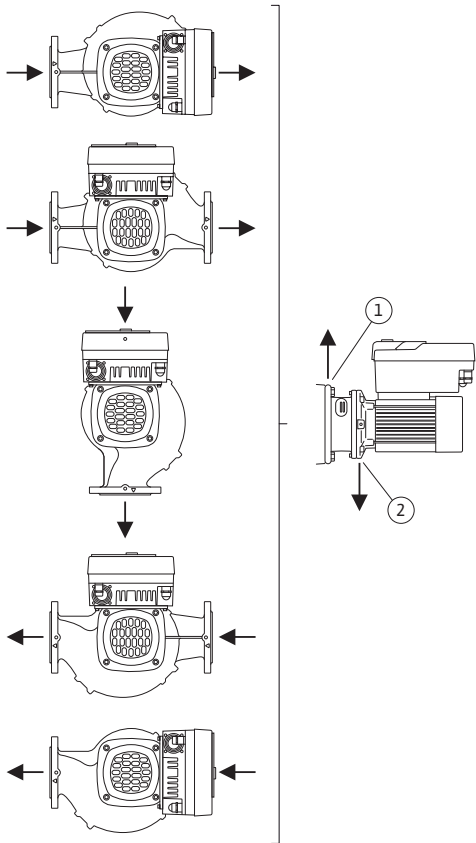

Fig. 8: Sallitut asennusasennot, vaakatasoinen moottoriakseli
Sallitut asennusasennot, kun moottoriakseli on vaakatasossa ja elektroniikkamoduuli ylöspäin ( $0^\circ$ ), on esitetty kuvassa Fig. 8.
Pumpun ilmaus voidaan taata vain, kun ilmanpoistiventtiili on ylöspäin (Fig. 8, pos. 1). Vain tässä asennossa ( $0^\circ$ ) voidaan syntyvä kondenssivesi johtaa tehokkaasti pois porattujen aukkojen, tiivistelaipan ja moottorin kautta (Fig. 8, pos. 2).